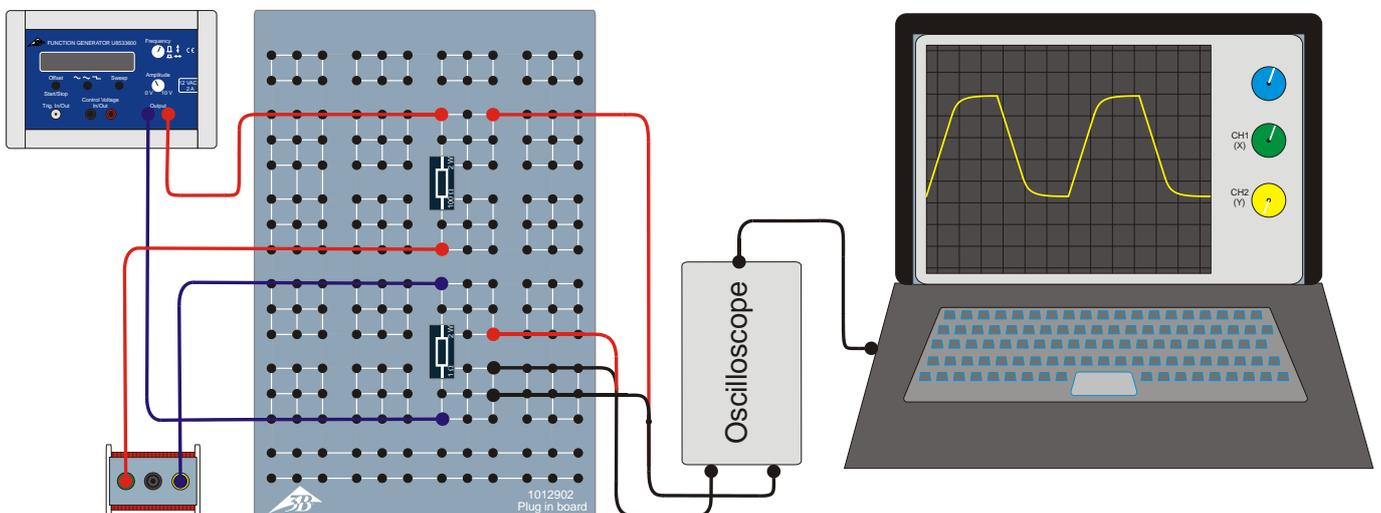

Fig. 2 : Schéma du dispositif de mesure
- Monter le dispositif de mesure d'après le schéma de la fig. 2.
- Enficher l'une des bobines à 1200 spires / 23 mH et la résistance de mesure $R_m = 1 \Omega$ dans la plaque de connexion en suivant les indications des fig. 2 et 3. Dans un premier temps, enficher un connecteur de shuntage à la place d'une résistance d'essai R_R .